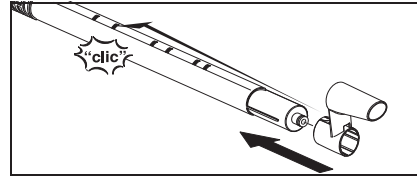

Abb. 2
- Parkhaken (G3) mit gedrückter Entriegelungstaste bis zum zweiten Raster von oben auf ein Verlängerungsrohr (G1) schieben. Parkhaken muss beim loslassen der Entriegelungstaste einrasten (siehe Abb. 2).